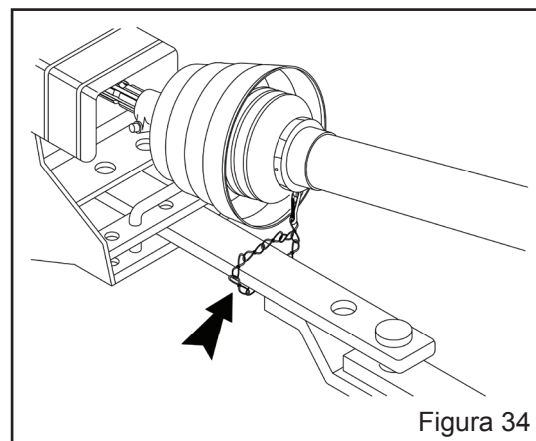

Figura 34
k) Fixe as correntes da capa de proteção do cardan de forma que permitam a articulação do cardan em todas as posições. Quando for colocar a corrente no cone, certifique-se que ela toque aproximadamente $\frac{1}{4}$ da circunferência do cone nas posições de trabalho, inclusive durante as curvas. Utilize os pontos de engate da corrente conforme indicações do fabricante do cardan. (Figura 34)